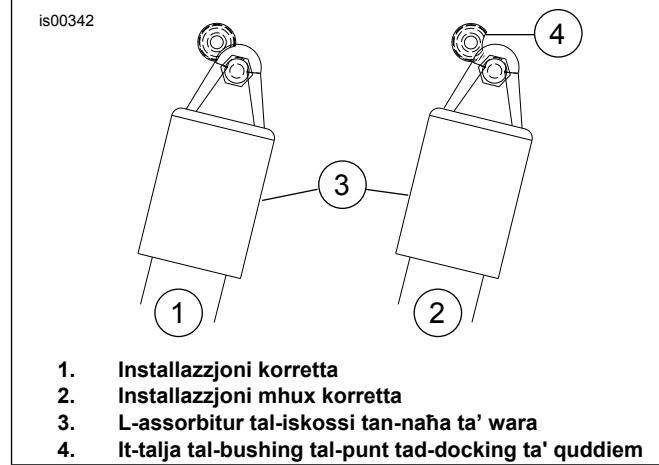

Figura 6. Il-Pożizzjoni tat-Talja tal-Punt tad-Docking
- d. Daħħal il-vit minn ġot-toqba ż-żgħira fil-brekit (K) u l-kopertura tal-appoġġ tal-madgard.
- e. Għaddi l-vit ġol-iskorfinha tal-issaldjar fl-appoġġ tal-madgard (jew skorfinha (O) għall-mudelli 1994-96).
- f. Ara Figura 6 . Dawwar it-talja tal-bushing (4) fil-pożizzjoni "korretta" (1).